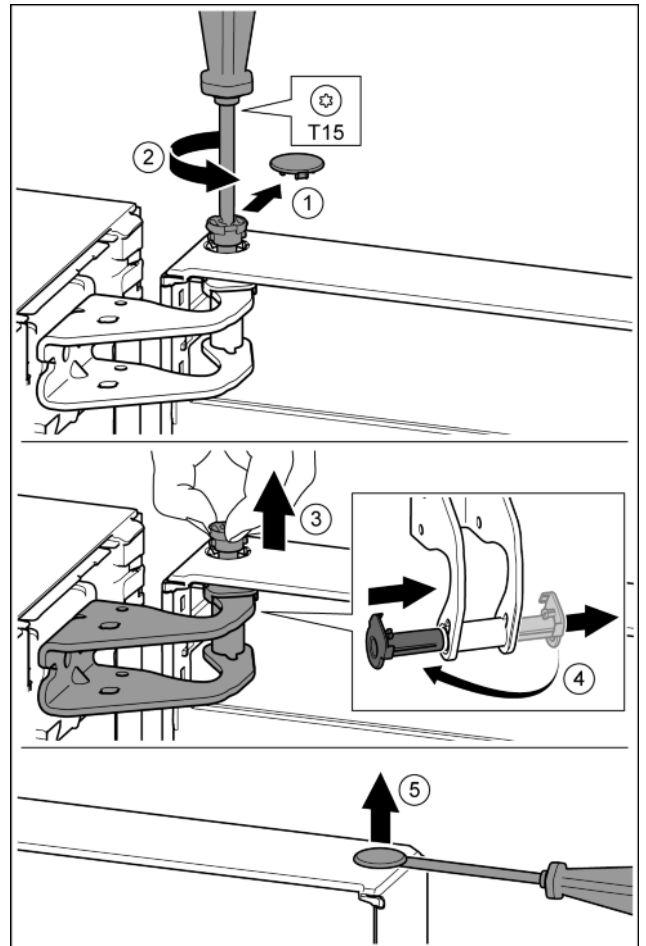

Fig. 10
- ▶ Óvatosan húzza le a biztonsági fedelet. Fig. 10 (1)
- ▶ A csapot a T15 csavarhúzóval kicsit tekerje ki. Fig. 10 (2)
- ▶ Tartsa meg az ajtót, és a csapszeget az ujjával húzza ki. Fig. 10 (3)
- ▶ Húzza ki a csapágyperselyt a vezetősínből. A másik oldalra helyezze és pattintsa be. Fig. 10 (4)
- ▶ A dugót egy hornyoltfejű csavarhúzóval óvatosan emelje ki az ajtó csapágyperselyből, és húzza ki. Fig. 10 (5)